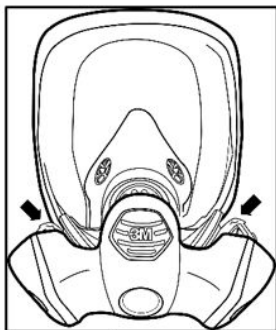

Fig.12
1. Remova a tampa da válvula de expiração puxando suavemente os lados esquerdo e direito da tampa para fora da peça facial (Fig. 12 e 13).
1. Remova a tampa da válvula de expiração puxando suavemente os lados esquerdo e direito da tampa para fora da peça facial (Fig. 12).
2. Remova a tampa da válvula de expiração puxando suavemente os lados esquerdo e direito da tampa para fora da peça facial (Fig. 12).